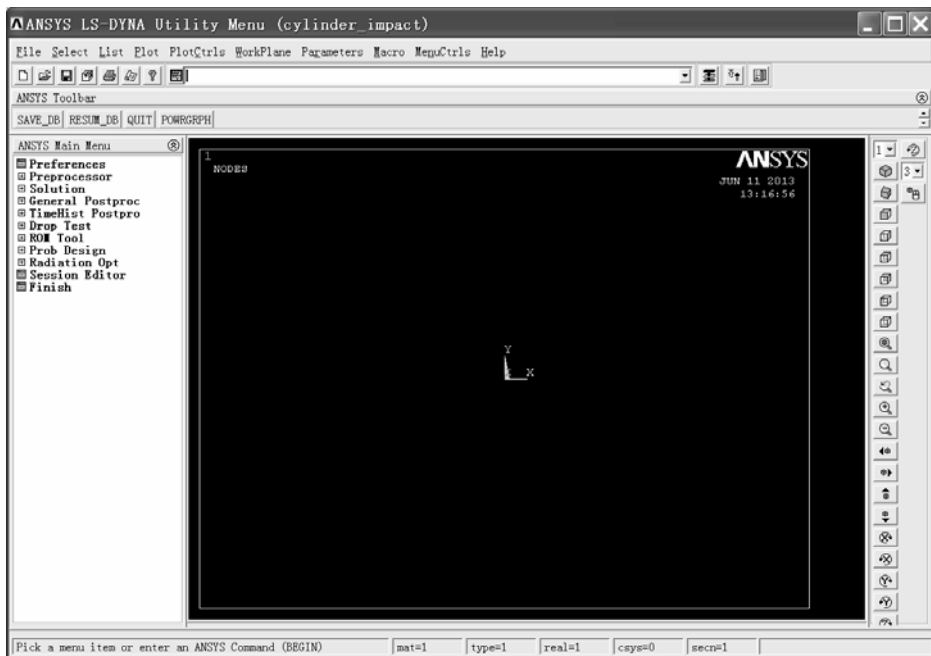

图 3-160 ANSYS LS-DYNA 操作界面
(7) 单击“ANSYS Mechanical APDL Launcher Query”窗口中的“Yes”按钮,弹出 ANSYS LS-DYNA 操作界面(见图 3-160)。